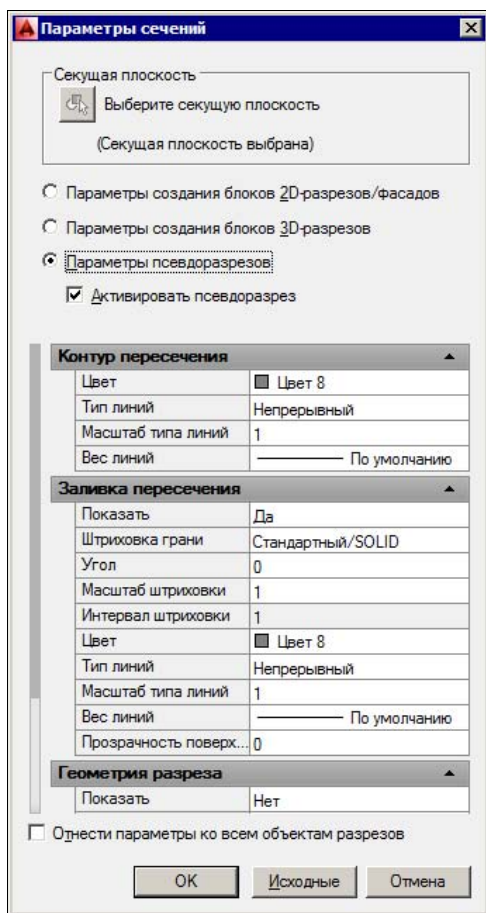

Рис. 10.123. Диалоговое окно
- ◆ **Параметры псевдоразреза** (Live section settings) — вызывает диалоговое окно **Параметры сечений** (Section Settings) (рис. 10.123);
Все установки функций и свойств сечения, как сложного организма, выполняются в диалоговом окне **Параметры сечений** (Section Settings), приведенном на рис. 10.123.